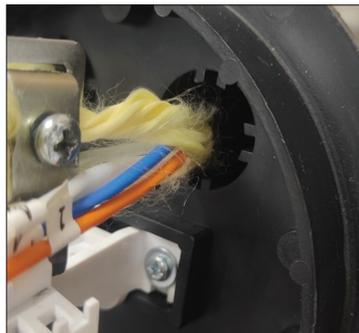

Рисунок 7
- 6.4** Ввести ОК в патрубок муфты-кросса. Продвинуть ОК в патрубок, расположив его таким образом, чтобы обрез наружной (внутренней оболочки при наличии) оболочки ОК не выступал за край патрубка со стороны оголовника (рисунок 7).